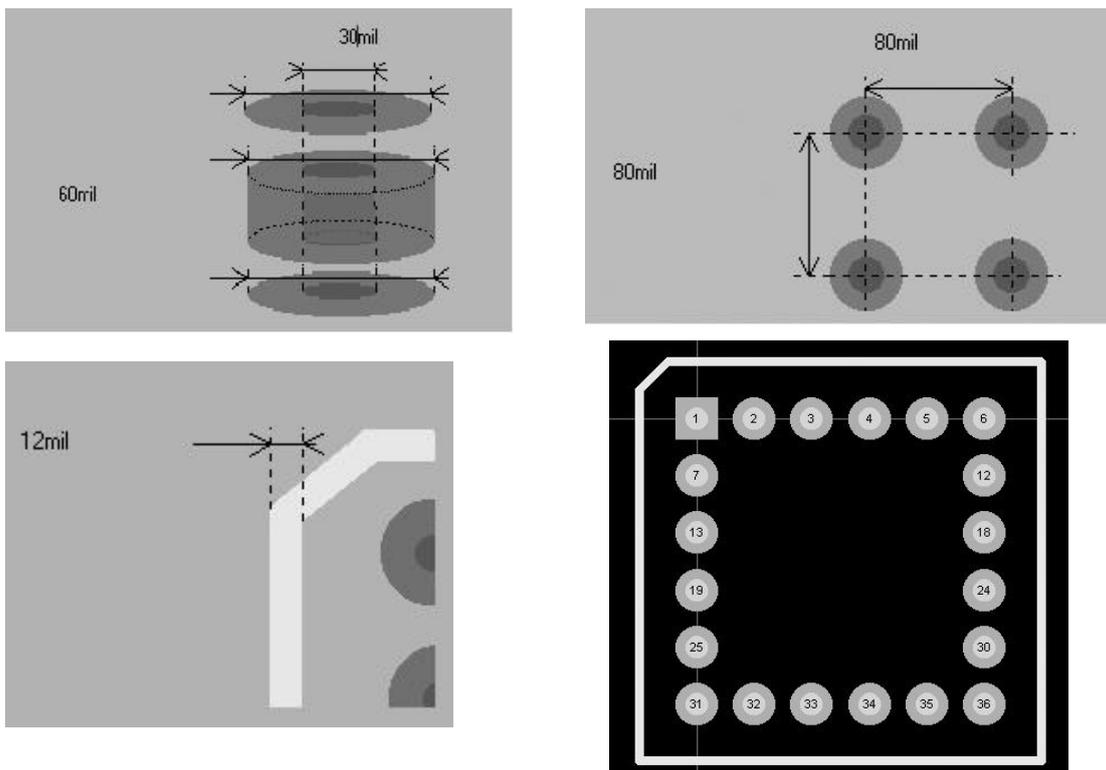

图 4
1、在考生的设计文件中新建 PCBLIB1.PcbLib 文件，按照样图 4 要求创建元件封装，命名为 PGA22。